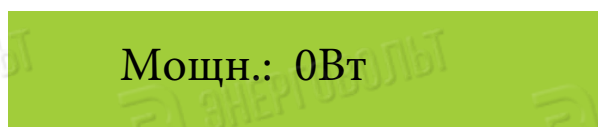

Рис. 7.4 Мощность сети
6. После успешной настройки вернитесь в меню и с помощью кнопок ВВЕРХ/ВНИЗ выберите выходные параметры для просмотра. Если на экране отображается параметр мощности от сети, настройка функции ограничителя завершена. См. рис. 7.4